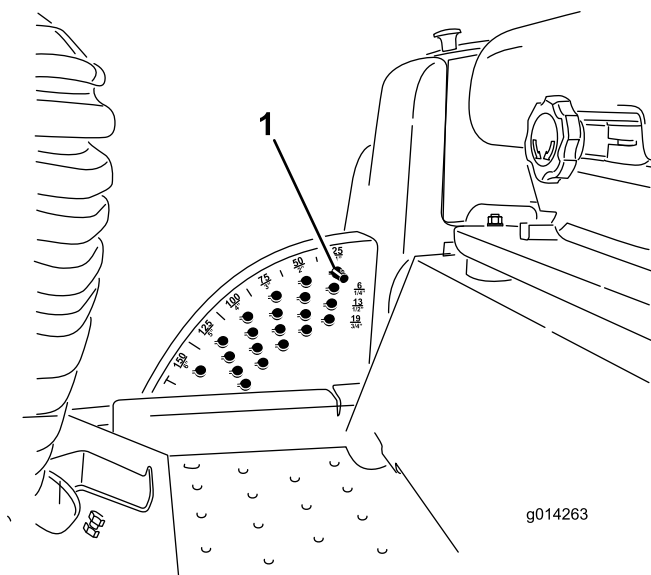

Figura 26
1. Com o motor a trabalhar empurre para trás o interruptor de elevação da plataforma até que a plataforma de corte esteja completamente levantada e **solte imediatamente o interruptor** (Figura 26).
2. Rode o pino de bloqueio até que o pino do mesmo fique alinhado com as ranhuras nos orifícios no suporte da altura de corte e remova-o (Figura 26).
3. Selecione um orifício, no suporte da altura de corte, que corresponda a altura de corte desejada, insira o pino e rode-o para o bloquear no lugar (Figura 26).
Nota: Existem quatro filas de posições de orifícios (Figura 26). A fila de cima dá-lhe a altura de corte indicada por cima do pino. A segunda fila dá-lhe a altura de corte indicada mais 6 mm. A terceira fila dá-lhe a altura de corte indicada mais 13 mm. A fila de baixo dá-lhe a altura de corte indicada mais 19 mm. Para a posição de 15,8 cm só existe um orifício, colocado na segunda fila. Isto não acrescenta 6 mm à posição de 15,8 cm.